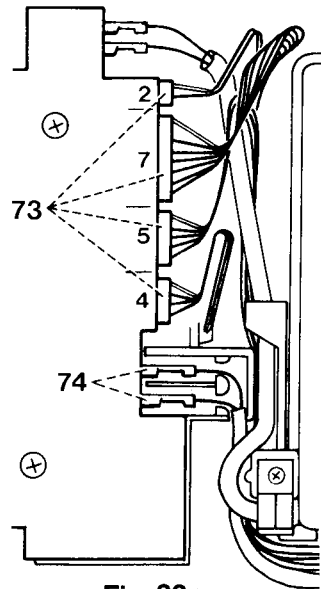

Fig. 33a
- ☐ Die vier Kabelstränge 73 mit Steckdosen abziehen (siehe Abb. 33a).